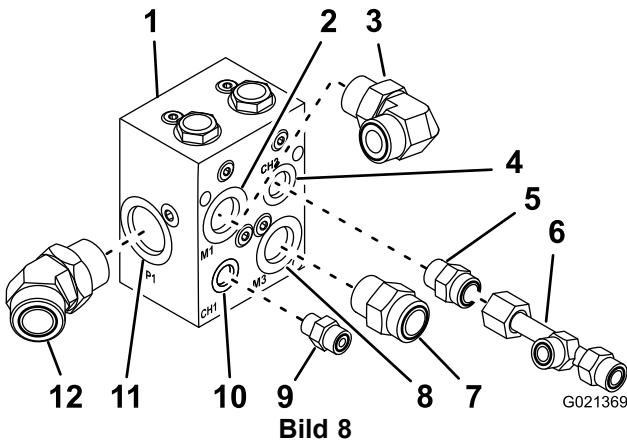

Bild 8
- Schrauben Sie das 45°-Hydraulikanschlussstück in den Port (P1) am Mengenteilverteiler (Bild 8).
2. Schrauben Sie das 90°-Hydraulikanschlussstück in den Port (M1) am Mengenteilerverteiler (Bild 8).
3. Schrauben Sie das 10,16 cm-Testanschlussstück in den Port (CH2) am Mengenteilerverteiler (Bild 8).
4. Schrauben Sie die Schlauchmutter auf das T-Anschlussstück am Testanschlussstück (Bild 8).
5. Befestigen Sie das gerade Hydraulikanschlussstück im Port (M3) am Mengenteilerverteiler (Bild 8).
6. Schrauben Sie den 10,16 cm-Testadapter in den Port (CH1) am Mengenteilerverteiler (Bild 8).